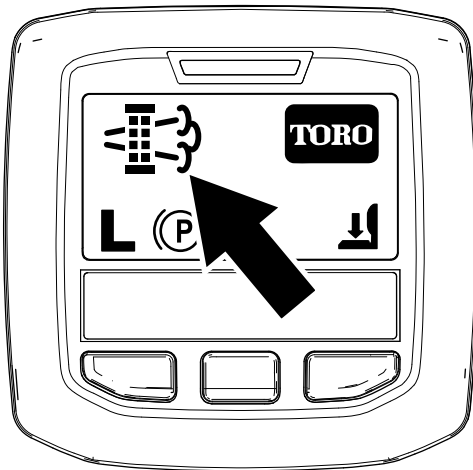

Figura 35
- Quando il computer del motore richiede una rigenerazione parcheggiata o una rigenerazione di recupero, nell'InfoCenter viene visualizzata l'icona della richiesta di rigenerazione (Figura 35).